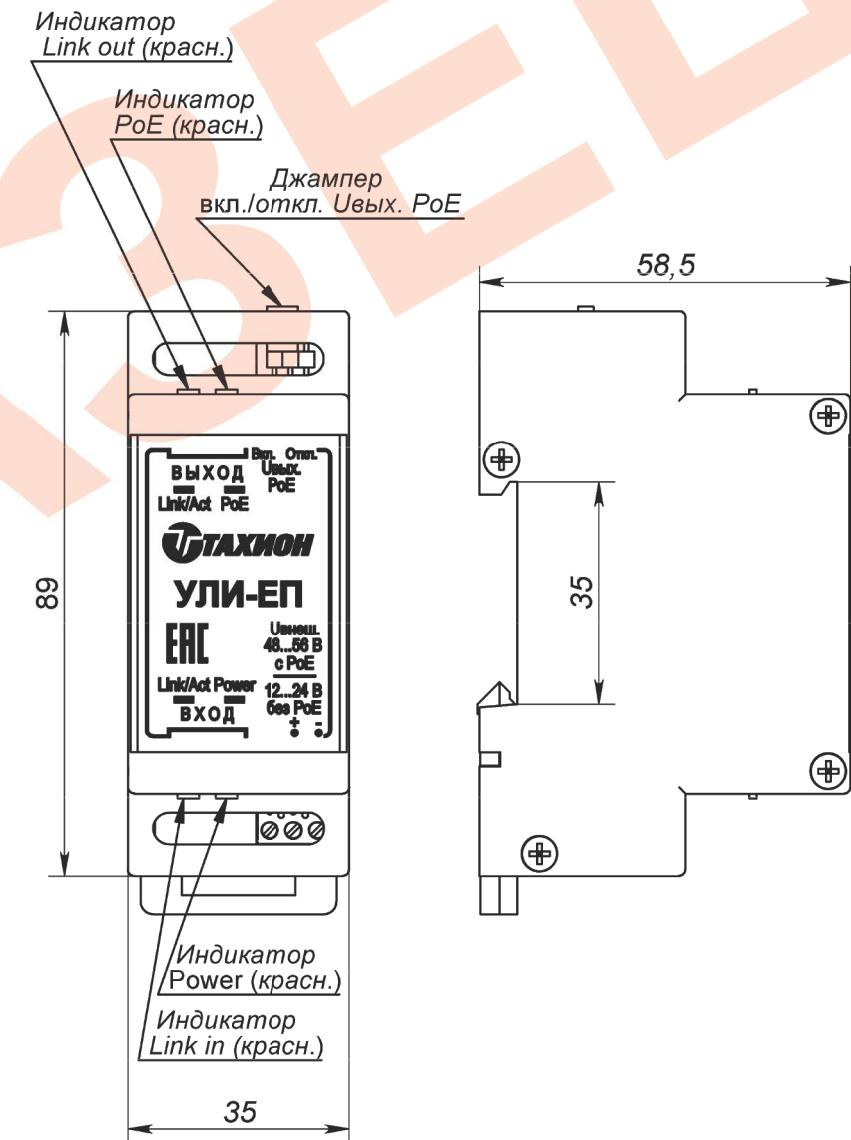

Рис.2 Внешний вид и габаритные размеры.
1. Изделие выполнено в пластмассовом корпусе с креплением на 35мм DIN-рейку (см. рис.2)
5. Габаритные и установочные размеры приведены на рис.2.